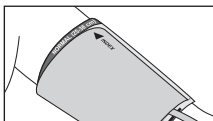

Рис.10
5. На застегнутой манжете метка «INDEX» должна указывать на область «NORMAL (25-36 cm)». Это означает, что манжета подобрана правильно и соответствует размеру окружности плеча. Если метка указывает на область обозначенную «<|||» или левее, то манжета мала и показания будут завышены. Если метка указывает на область «|||>» или правее, то манжета велика и показания будут занижены (рис. 10).